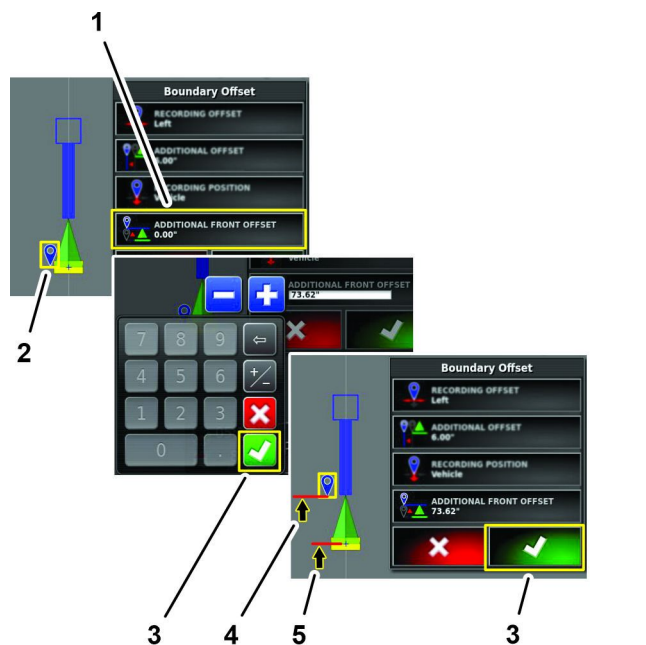

Figura 200
2. Utilizzate il tastierino sullo schermo per inserire la distanza di offset anteriore, quindi premete l'icona Conferma (Figura 200).
1. Premete l'icona OFFSET ANTERIORE AGGIUNTIVO (Figura 200).